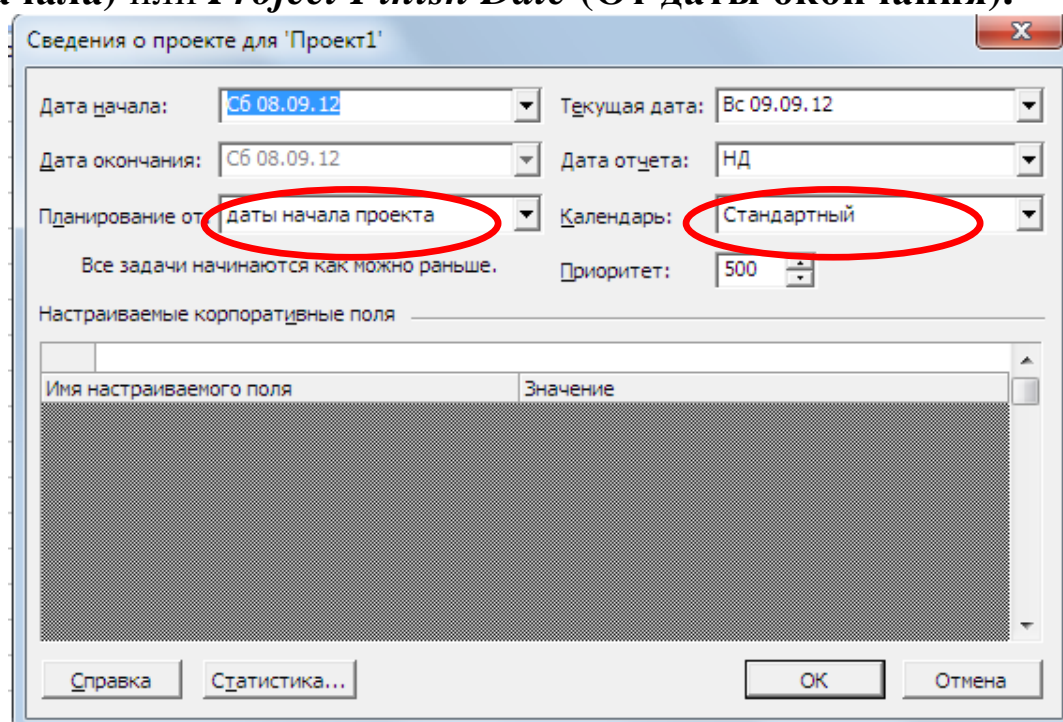

Рис. 6 – Вид меню **Сведения о проекте**
Появляется диалоговое окно для ввода ключевой информации о проекте (рис. 6).
10. Выделите ячейку в поле ***Task Name*** (Название задачи) (см. рис. 6) и введите название первой задачи из таблицы 2 (*Проектирование и выпуск чертежей*). Новой введенной задаче (п. 10), в поле ***Duration*** (Длительность) по умолчанию присваивается значение «1 день?». Знак вопроса означает, что данное значение является оценочным (приблизительным).